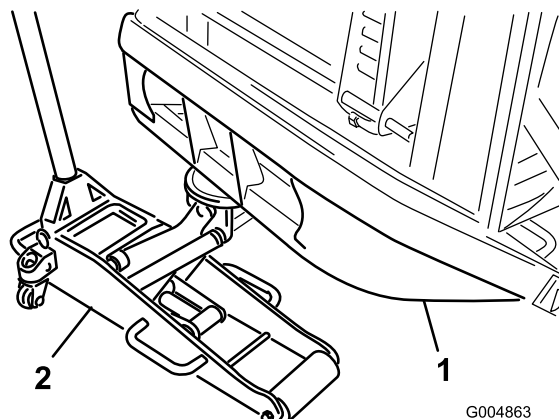

Figura 32
1. Coloque un gato de suelo apropiado debajo del tubo del parachoques trasero, y levante los neumáticos traseros del suelo (Figura 32).